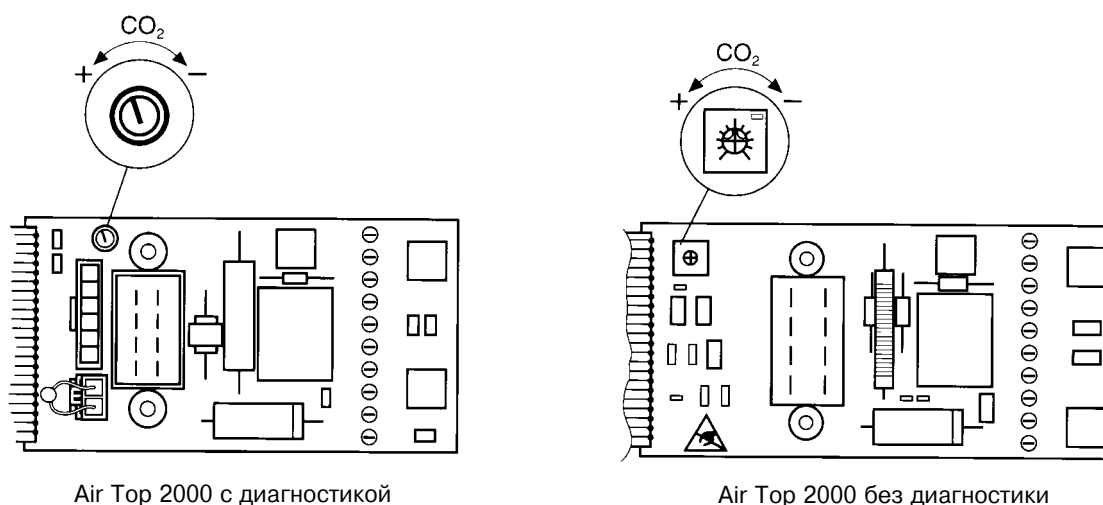

Рис. 601 Настройка отопителя по содержанию CO₂
4. К системе отвода отработавших газов подключить газоанализатор и установить нужный уровень CO₂ (рис. 601).